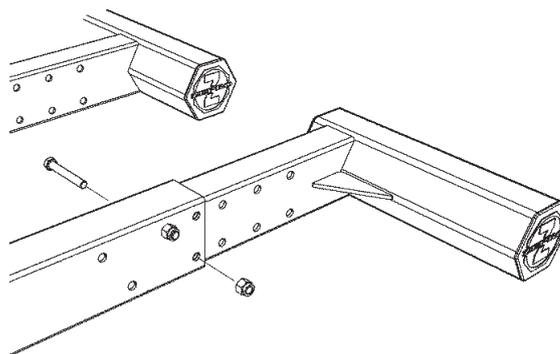

Abb.45. Montage des Unterfahrschutzes
1. Montieren Sie die äußere Konsole in einer der fünf möglichen Einstellungen. Wählen Sie eine Position, die den vorgegebenen Anforderungen entspricht. Benutzen Sie die zugehörige Schraube M12x80. Montieren Sie die Schrauben im Lochbild gemäß Abb.45, am äußeren Ende der unteren Lochreihe und zweitens am äußeren Ende in der oberen. Montieren Sie, ohne die Schrauben fest zu ziehen.